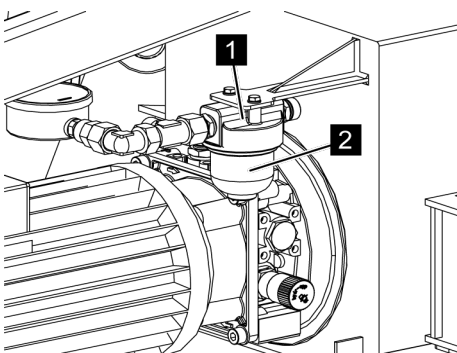

Fig. 113: Filtre haute pression
8. → Revisser le pot filtrant (Voir la Fig. 113/2) dans le filtre haute pression (Voir la Fig. 113/1).